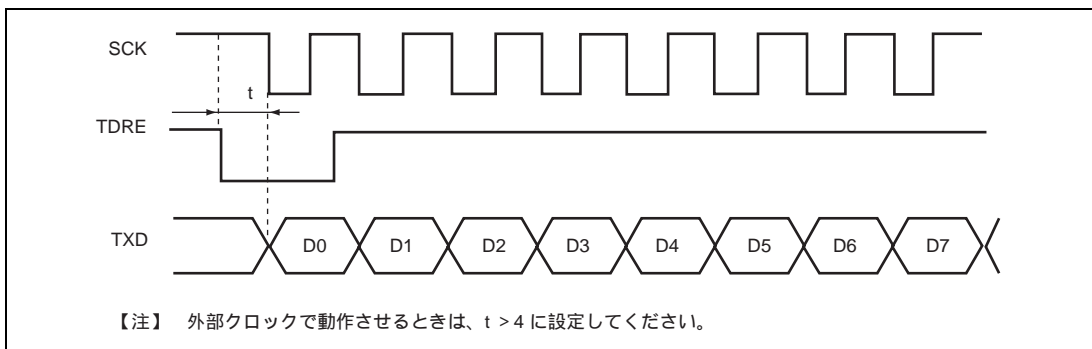

図 14.22 DTC による同期クロック転送例
- (1) 同期クロックに外部クロックソースを使用する場合、DTC による SCTDR の更新後、周辺動作クロックで 5 サイクル以上経過した後に外部クロックを入力してください。SCTDR の更新後 4 サイクル以内に送信クロックを入力すると誤動作することがあります (図 14.22 参照)。